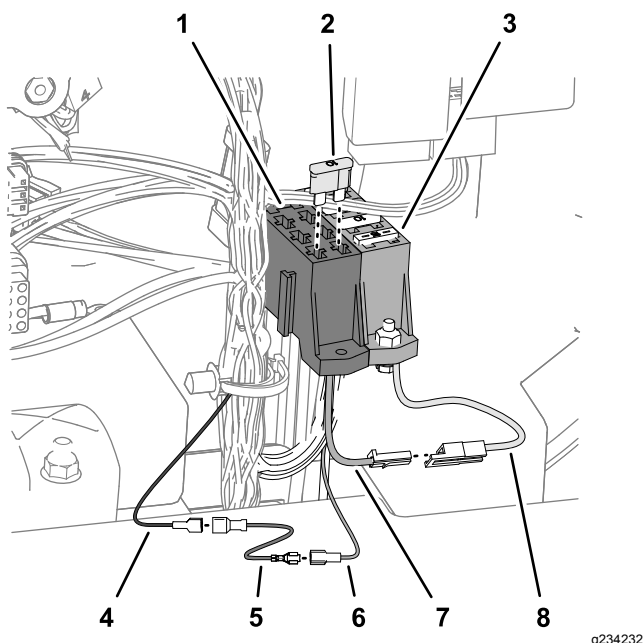

Figura 42
1. Monte o bloco de fusíveis de cablagem adicional (peça n.º 92-2641) no bloco de fusíveis da máquina (Figura 42).
2. Ligue o bloco de fusíveis de cablagem (peça n.º 92-2641) ao bloco de fusíveis (Figura 42) da máquina da seguinte forma:
3. Ligue a cablagem de arranque com chave (peça n.º 107-0672) ao fio do bloco de fusíveis da cablagem (peça n.º 92-2641) (Figura 42) da seguinte forma:
4. Ligue a cablagem de arranque com chave (peça n.º 107-0672) ao fio do cabo de alimentação auxiliar da cablagem do kit Polar Trac (Figura 42) da seguinte forma:
5. Instale o fusível (10 A) na ranhura do bloco de fusíveis (Figura 42).